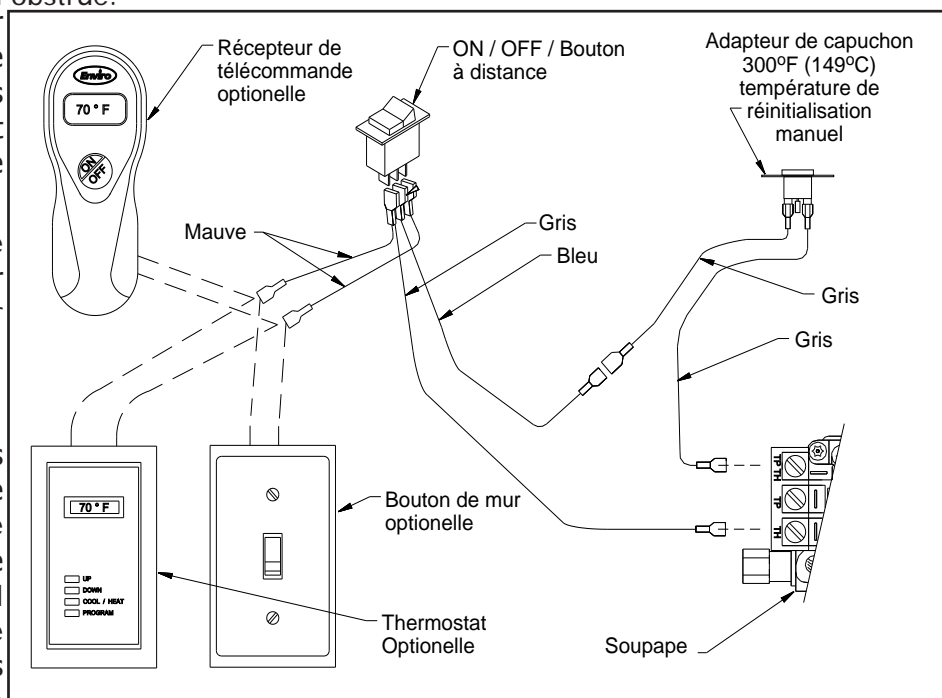

Figure 32: Schéma de câblage pour la connexion électrique.
3. Fait attention de pas exécuter de câblage tout contre les bords métalliques; les brancher au distributeur et interrupteur "ON/OFF" (se reporter à la figure 32).
Les connexions sont étiquetées dans la Figure 32. Lors de l'installation de l'adaptateur de capuchon sur une cheminée équipé d'un interrupteur mural en option ou une option de thermostat, retirer l'un des fils de l'interrupteur de la vanne de gaz et brancher le à l'adaptateur comme illustré dans la Figure 32.
2. Débrancher les fils de l'interrupteur du déversement à partir de la vanne et de l'interrupteur à bascule on/off/remote câble (voir la figure 32).